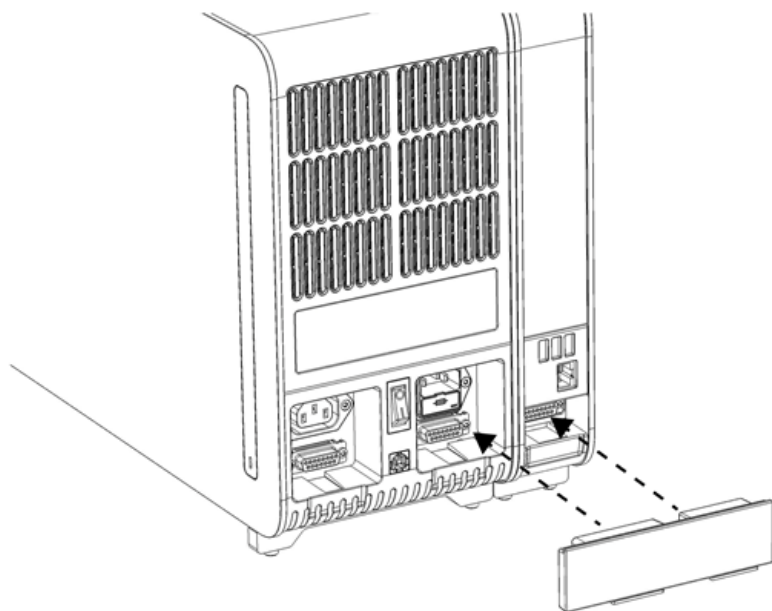

Bild 8. Ansluta bryggan mellan analytisk enhet/driftsenhet.
5. Anslut bryggan mellan den analytiska enheten/driftsenheten på baksidan av QIAstat-Dx Analyzer 2.0 för att länka driftsenheten och den analytiska enheten (bild 8).